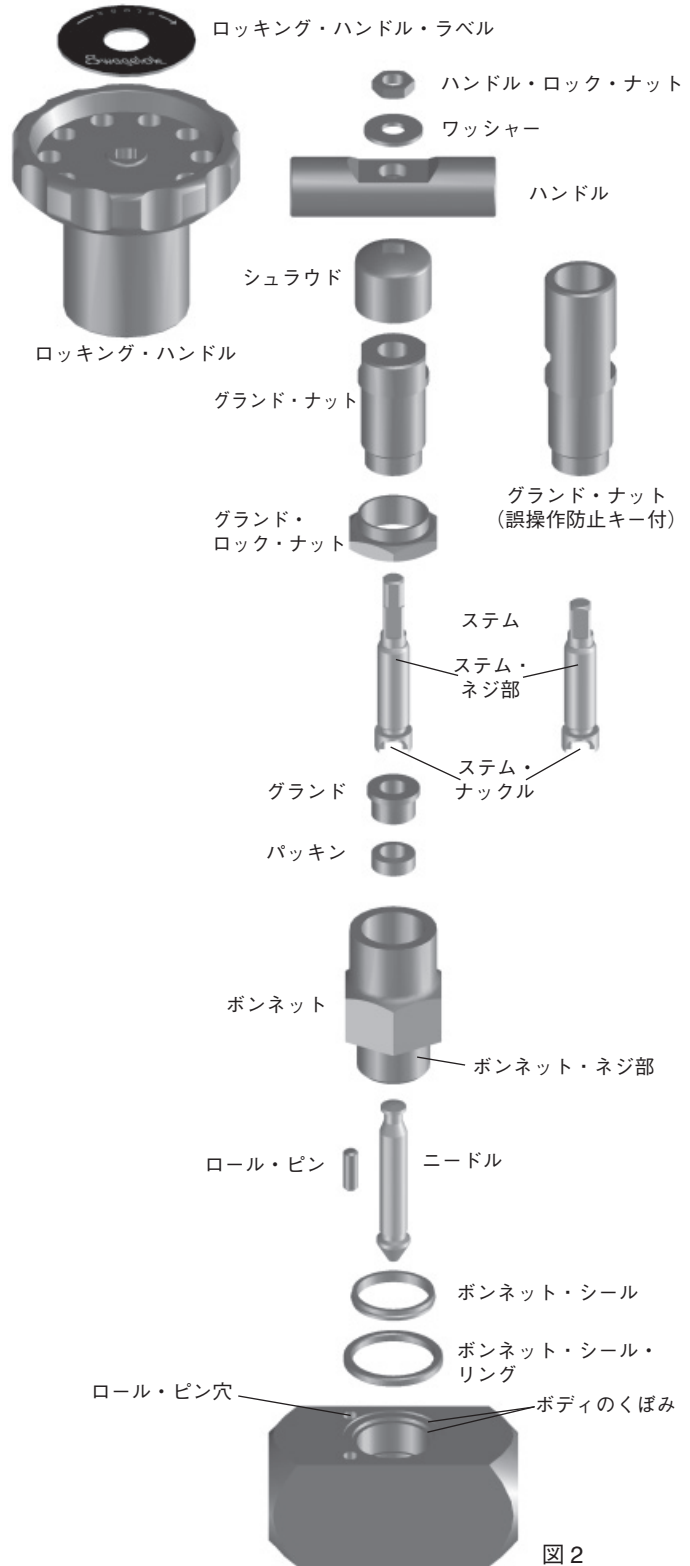

図2
11. 図2に示した向きで、未使用のパッキンとグランドをニードルにセットし、ボンネットに取り付けます。